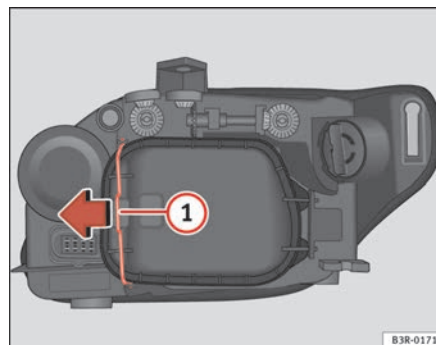

Fig. 195 Luz de posición (lado exterior vehículo)
- Desplace el tirante ⇒ página 268, fig. 195 ① en el sentido de la flecha y saque la tapa rígida separando primero el lado del tirante y sacando después las dos pestañas del extremo contrario de la tapa.